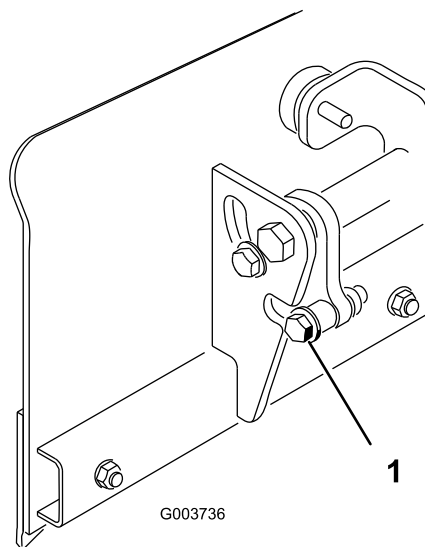

Figure 4
2. Enlevez le boulon d'arrêt arrière, la rondelle et l'entretoise de chaque côté de la lame (Figure 4). Mettez ces composants de côté en prévision de la repose.